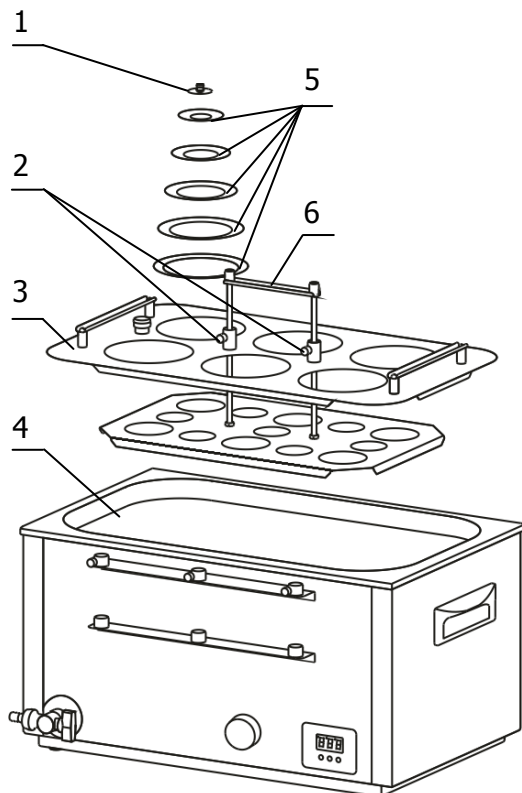
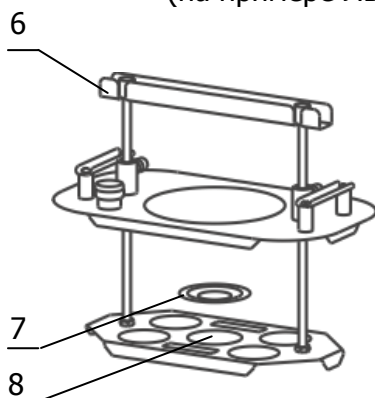

Рисунок 3 — Установка корзины в ванну бани (на примере ЛБ63)
Рисунок 4 — Корзина лабораторной бани (на примере ЛБ13)
1.4.1 Все модификации лабораторных бань ЛБ имеют сходную конструкцию ванны 3, в которую установлена корзина 1. Корзина имеет отверстие для контрольного термометра 2 и регулируемое по высоте дно. Баня имеет механический таймер 6, цифровой регулятор температуры 7 и кран для слива теплоносителя 5. Каждое рабочее место оснащено системой из пяти концентрических колец 5 (рисунок 3), позволяющей размещать в корзине емкости различного диаметра (максимальный диаметр рабочего места — 110 мм). Крышка 1 (рисунок 3) закрывает отверстие в наименьшем из колец при неиспользовании рабочего места. Штатив с лапкой 8 (рисунок 1) предназначен для установки в вертикальное положение и фиксации высоких и неустойчивых емкостей.
2.2.2 Установить корзину 3 в ванну 4 (рисунок 3). Корзина лабораторной бани на два и шесть рабочих мест имеет стационарную ручку 6 (рисунок 3), а корзина на одно и три рабочих места съемную ручку 6 (рисунок 4). Ручка 6 предназначена для регулировки высоты дна корзины.
2.2.4 Поднять дно корзины в крайнее верхнее положение с помощью ручки 6 и зафиксировать винтовыми фиксаторами 2 (рисунок 3). В зависимости от диаметра емкости установить необходимое количество концентрических колец 5 (рисунок 3) и поместить емкость в корзину. Положение колбы можно зафиксировать, надев на ее горловину кольцо подходящего диаметра.
2.2.6 При необходимости поместить в баню емкость, диаметр дна которой меньше диаметра отверстия 8 (рисунок 4), возможно уменьшить это отверстие, разместив в нем наименьшее концентрическое кольцо 7 с внутренним диаметром 26 мм, как показано на рисунке 4.